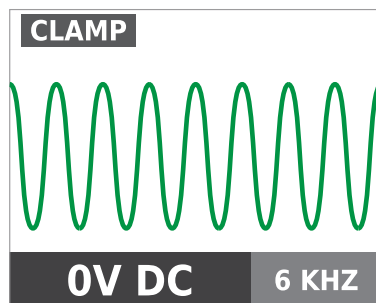

Figura 4.10a
2. Pressione modo de sinal ALTO por 2 segundos para selecionar o modo de grampo do transmissor. O modo de grampo que um sinal 6KHz impulsionado de modo a proporcionar resultados superiores de rastreamento. A tela do Transmissor deve aparecer como na Figura 4.10a.